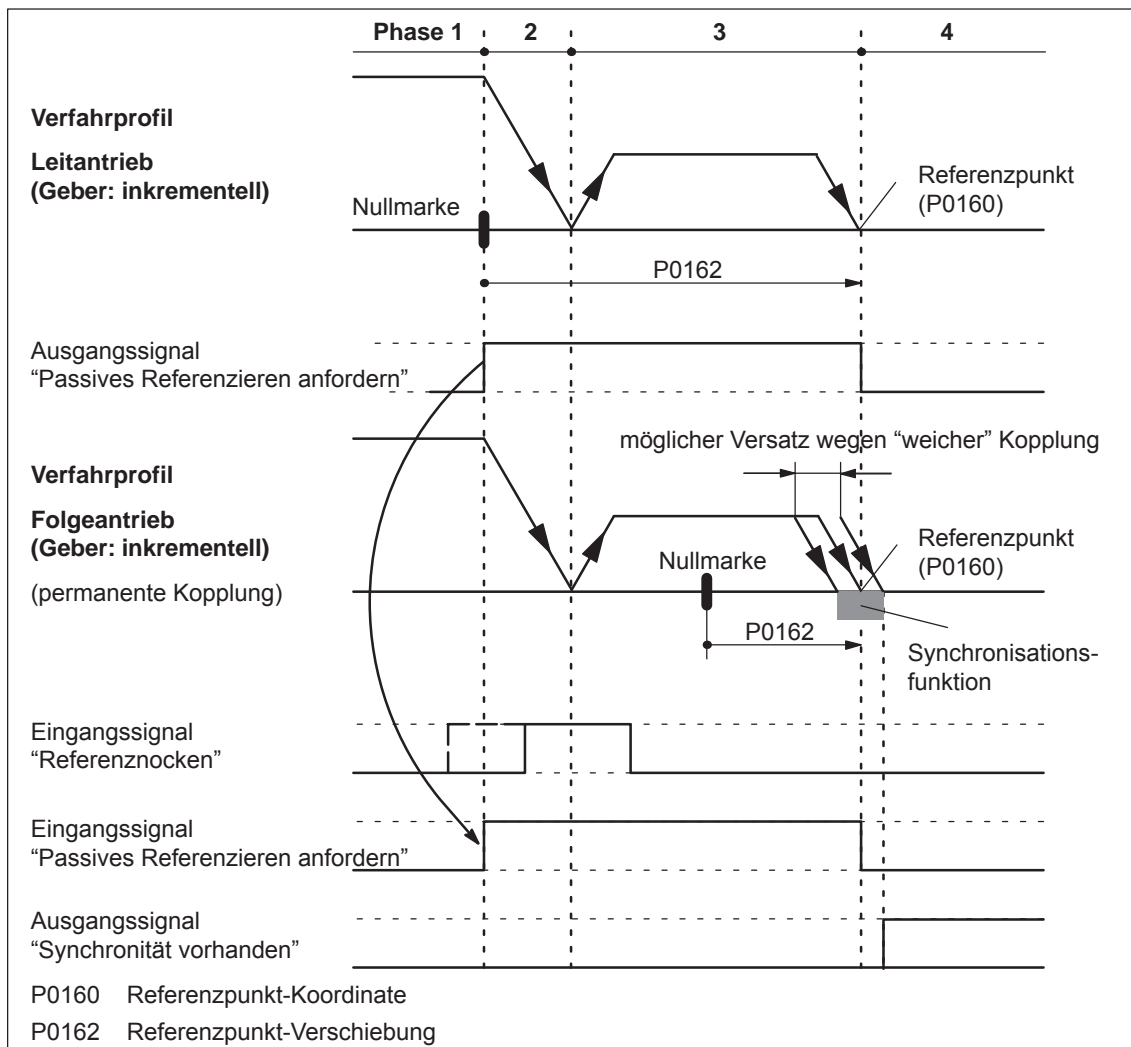

Bild 6-39 Ablauf beim passiven Referenzieren (Leit- und Folgeantrieb mit Inkrementalgeber)
1. Das passive Referenzieren wie gewohnt ausführen (Bild 6-39).